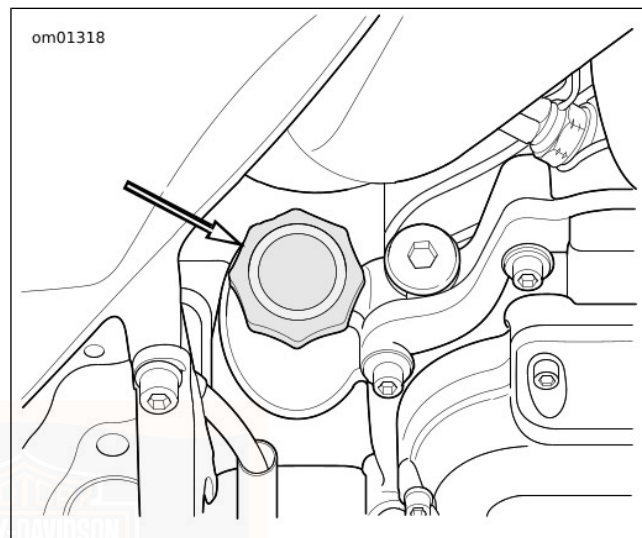

Abbildung 85. Motoröl-Einfüllverschlussstopfen
2. Siehe Abbildung 85. Den Motorölstand prüfen.
3. Siehe Abbildung 85. Ölstand prüfen.